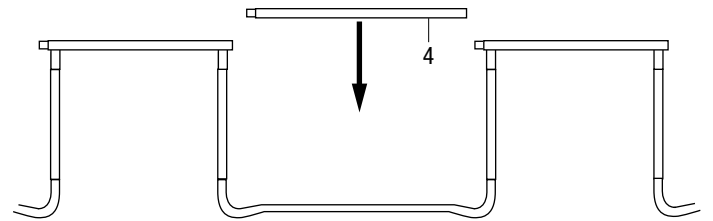

Abb. T3.2
- Fügen Sie nun die anderen Rahmenrohre (4) in die Zwischenräume zwischen den Standbeinen (6) ein, indem Sie sie aufeinander stecken. (Abb. T3.2)